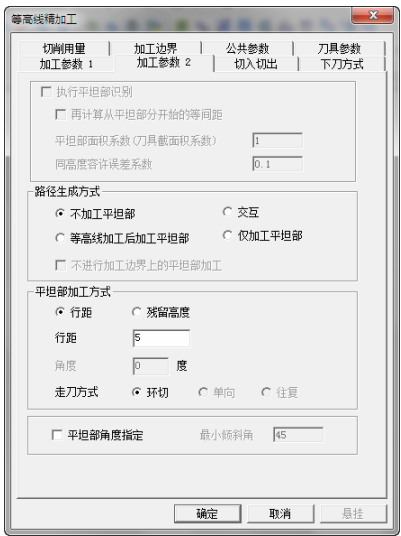

图 8-53 “加工参数 2”选项卡
2) 单击“加工参数 2”选项卡，设置“路径生成方式”为“不加工平坦部”，其余加工参数选系统默认，具体如图 8-53 所示。